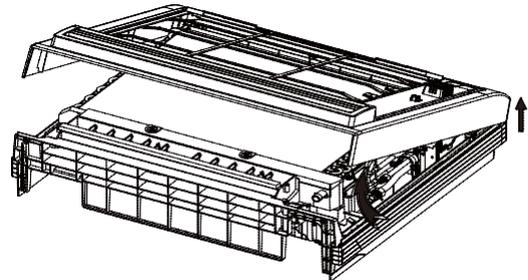

Abb. 50-8
- Öffnen Sie die obere Platte um einen Winkel von 30 Grad und nehmen diese dann ab. (Siehe Abb. 50-8)